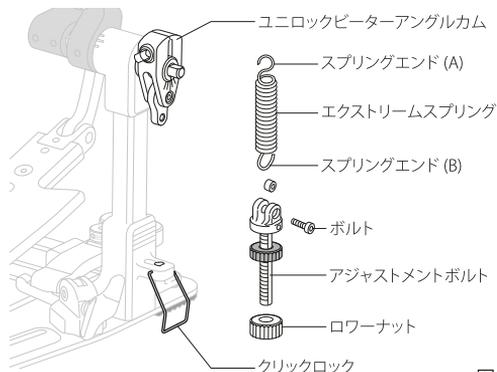

図 9
ユニロックピーターアングルカムからスプリングエンド (A) を取り外し、付属の六角レンチ (3mm) でスプリングエンド (B) のボルトを緩め、エクストリームスプリングを取り外します (図 9)。